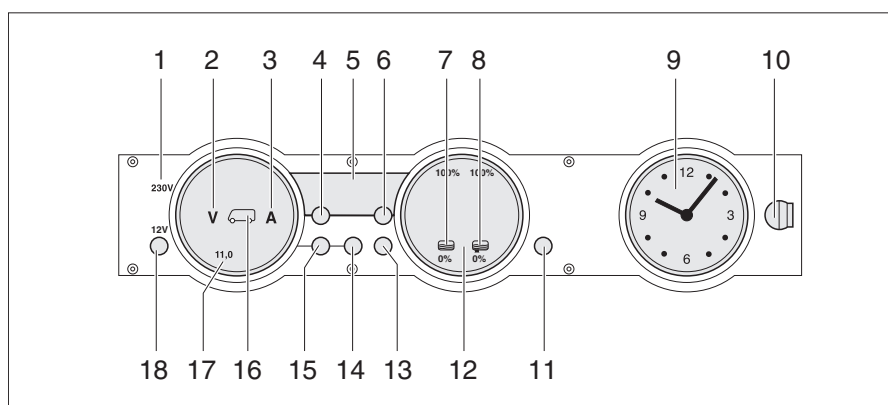

Fig. 270 Pannello di controllo MP 20-T
La spia di controllo 230 V (Fig. 270,1) si accende quando all'ingresso della centralina elettrica è presente una tensione di rete.
L'interruttore principale 12 V (Fig. 270,18) inserisce o disinserisce il pannello di controllo e l'alimentazione a 12 V dell'abitacolo.
- Premere brevemente il tasto "12 V" (Fig. 270,18). L'alimentazione a 12 V dell'abitacolo è inserita. L'indicatore di controllo "12 V" si accende.
- ▷ Se dopo l'accensione il LED "11,0" dell'indicatore dei volt e il simbolo dei Volt "V" (Fig. 270,2) lampeggiano nell'indicatore delle batterie (Fig. 270,17), la tensione della batteria dell'abitacolo è insufficiente. Caricare la batteria.
- ▷ Se dopo l'accensione l'indicatore di controllo "12 V", il simbolo della batteria dell'abitacolo (Fig. 270,16) e il simbolo dei Volt "V" (Fig. 270,2) lampeggiano per tre volte, significa che la separazione della batteria è attivata. Disattivare la separazione della batteria.
- Premere brevemente il tasto "12 V" (Fig. 270,18). L'alimentazione a 12 V dell'abitacolo è disinserita. L'indicatore di controllo "12 V" si spegne.
- Premere il tasto della batteria dell'abitacolo (Fig. 270,14) e tenerlo premuto per circa 10 secondi. Il simbolo dei Volt "V" (Fig. 270,2) e il simbolo degli Ampere "A" (Fig. 270,3) lampeggiano tre volte. La batteria dell'abitacolo è separata dalla rete di bordo a 12 V.
- Premere il tasto "12 V" (Fig. 270,18) e tenerlo premuto per 5 secondi. Il simbolo dei Volt "V" (Fig. 270,2) lampeggia tre volte. La batteria dell'abitacolo è collegata alla rete di bordo a 12 V. L'indicatore di controllo si accende dopo circa 2 secondi.
- Premere il tasto della batteria dell'abitacolo  (Fig. 270,14). Il simbolo dei Volt "V" (Fig. 270,2) si accende. Il simbolo degli Ampere "A" si accende con luce bianca o rossa a seconda del livello di carica o scarica delle batterie. La tensione della batteria e la corrente della batteria dell'abitacolo sono indicate dai LED sul pannello di controllo.
- Premere il tasto della batteria di avviamento  (Fig. 270,15). Il simbolo dei Volt "V" (Fig. 270,2) si accende. La tensione della batteria della batteria di avviamento viene indicata attraverso i LED nell'indicatore.
- Premere il tasto dei serbatoi  (Fig. 270,13). I simboli del serbatoio dell'acqua  (Fig. 270,7) e del serbatoio delle acque grigie  (Fig. 270,8) si accendono. I livelli di riempimento del serbatoio dell'acqua (scala a sinistra) e del serbatoio delle acque grigie (scala a destra) vengono visualizzati mediante i LED nell'indicatore.
Il simbolo Volt "V" (Fig. 270,2) e il LED "11,0" iniziano a lampeggiare non appena la tensione della batteria scende al di sotto di 11 V (misurazione durante il normale esercizio) con conseguente rischio che la batteria si scarichi totalmente.
Il simbolo del serbatoio dell'acqua "☰" (Fig. 270,7) o il simbolo del serbatoio delle acque grigie "☷" (Fig. 270,8) lampeggia se il serbatoio dell'acqua è vuoto o il serbatoio delle acque grigie è pieno.
Attraverso l'indicazione digitale (Fig. 270,5) è possibile visualizzare la temperatura interna e la temperatura esterna.
- Premere il tasto della temperatura interna "☶" (Fig. 270,4). Viene indicata la temperatura interna.
- Premere il tasto della temperatura esterna "☷" (Fig. 270,6). Viene indicata la temperatura esterna.
L'indicatore dell'orologio (Fig. 270,9) indica l'ora. L'orologio contiene una batteria propria e non è collegato alla rete di bordo a 12 V.